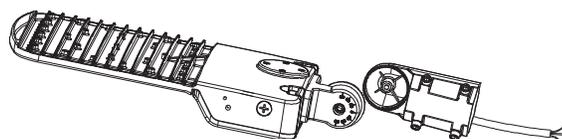

Figure 1
- 1** Séparez les deux pièces de l'adaptateur d'emboîtement. (Figure 1)
- 2** Faites passer le cordon du luminaire dans la pièce de l'adaptateur d'emboîtement qui sera fixée au luminaire. (Figure 1)